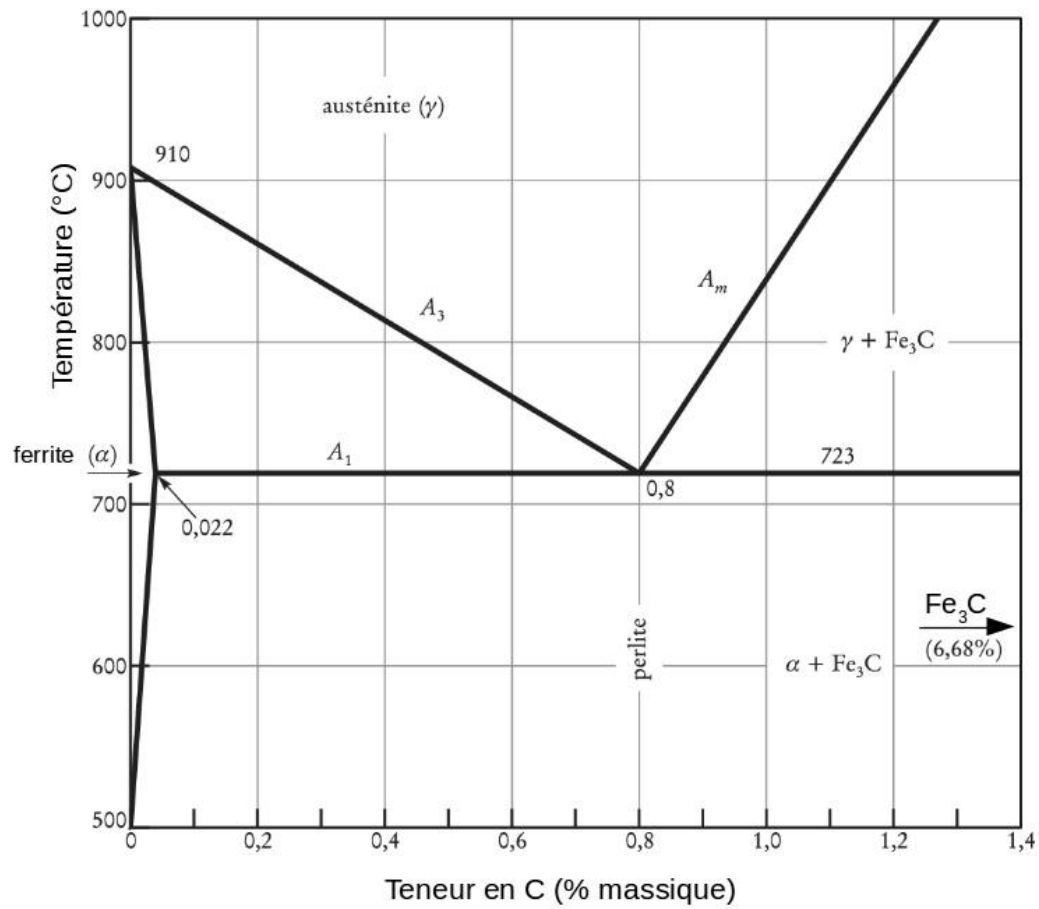
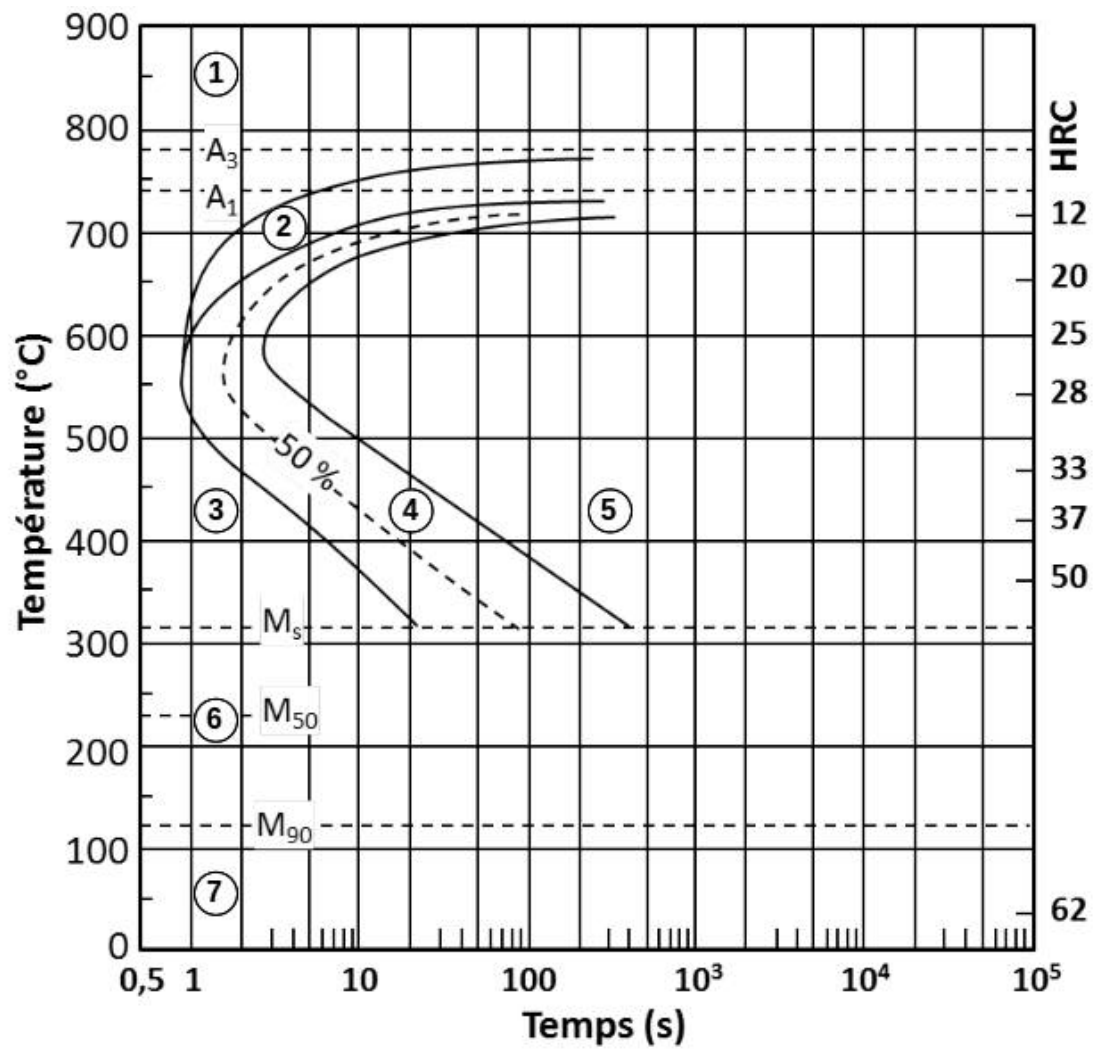

FIGURE 2 : Diagramme d'équilibre Fe-C (transformations à l'état solide).
FIGURE 3 : Diagramme TTT de l'acier 1055.
La Figure 2 donne la portion du diagramme d'équilibre Fe-C pour les transformations à l'équilibre à l'état solide. Le diagramme TTT montré à la Figure 3 décrit les transformations d'un acier 1055 en maintien isotherme après trempe depuis le domaine austénitique.
- a) Quelles sont les phases présentes dans les zones identifiées par les chiffres 1 à 7 sur la Figure 3 ? (7 points)